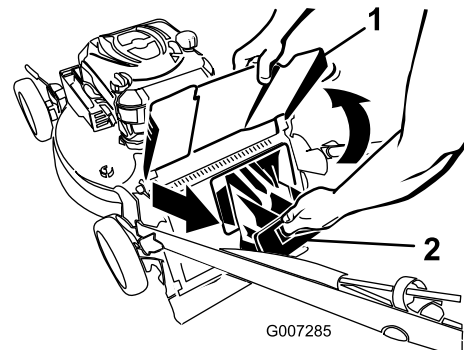

Bild 32
1. Heben Sie das Auswurfablenkblech an und halten es hoch (Bild 32).